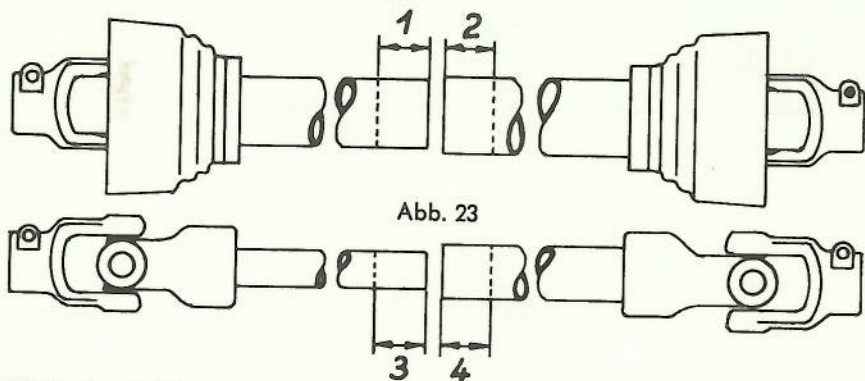
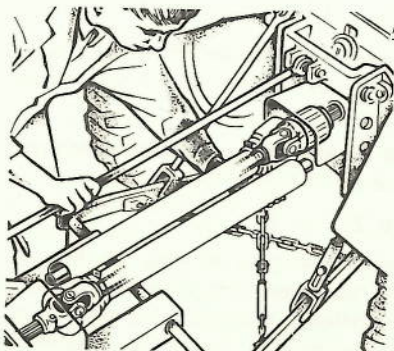
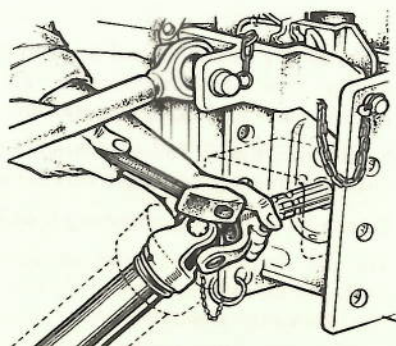

Abb. 23
Abb. 24
Abb. 25
Nach der richtigen Einhängung wird die Gelenkwelle angeschlossen. Es ist hierbei darauf zu achten, daß die Schiebepfosten der beidseitigen Schnellkupplungen richtig eingerastet sind. Bei weitester Winkelstellung ist die Gelenkwelle auf genügende Rohrüberdeckung zu kontrollieren. Dabei ist zu berücksichtigen, daß zu lang gewählte Rohre die Gelenkwelle bei Kurvenfahrten beschädigen. Bei der Verschiedenartigkeit der Zapfwellenlage am Schlepper ist eine Längenkorrektur oft erforderlich (s. Abb. 23). Diese Korrektur muß bei beiden Profilrohren sowie am Gelenkwellschutz vorgenommen werden und ist zweckmäßigerweise von einem Fachmann vorzunehmen. Abbildung 24 zeigt, wie man das richtige Längenmaß der Rohre findet. Das Schlagwerkzeug beim Ankuppeln der Gelenkwelle nie anders als in Abbildung 25 ansetzen.
- Vor dem Ankuppeln die Anschlußwellen auf einwandfreien Zustand überprüfen und Einrasten der Schnellverschlüsse beachten. Niemals Schlagwerkzeug anders als in Abb. 25 gezeigt ansetzen.